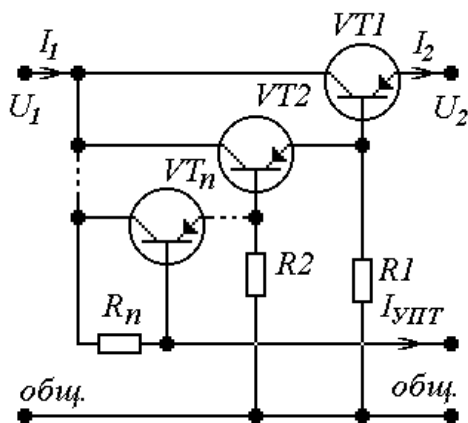

Рис.1. Вариант 1
$$U_{1ном} \geq \frac{U_{2ном} + 4}{1 - 2\delta_1 - q_1}, \text{ для рис. 1, 2.} \quad (1)$$
$$U_{K1} = (1 + \delta_1 + q_1)U_{1ном} - U_{2ном}, \text{ для рис. 1, 2, 3, 4, 5, 6, 7, 8.} \quad (4)$$
$$I_{PЭmax} = I_{2max}, \text{ для рис. 1, 2, 3, 4, 5, 6, 7, 8.} \quad (7)$$
$$I_{Kl} = \frac{I_{PЭmax}}{l-1}, l=1...n, K_{l0} = 1, \text{ для рис. 1...10.} \quad (9)$$
$$K_{I_l} = \beta_l + 1, l=1...n, \text{ для рис. 1, 2, 3, 4, 5, 6, 9, 10.} \quad (10)$$
$$R_l \leq U_{2ном} / I_{KO_l}, l=1...(n-1), \text{ для рис. 1, 2, 3, 4, 5, 6.} \quad (12)$$
$$R_n \leq \frac{\left((1 - \delta_1 - q_1)U_{1ном} - U_{2ном} - \sum_{i=1}^n U_{БЭ_i} \right) \prod_{i=1}^n K_{I_i}}{I_{PЭmax}}, \text{ для рис. 1, 2.} \quad (15)$$
$$I_{УПТmax} = \frac{(1 + \delta_1)U_{1ном} - U_{2ном}}{R_n}, \text{ для рис. 1, 2.} \quad (17)$$
$$R_i = \left(\sum_{l=1}^n \frac{\prod_{i=0}^{l-1} K_{I_i}}{r_{d_l}} + \frac{\prod_{i=0}^n K_{I_i}}{R_n} \right)^{-1}, \text{ для рис. 1, 2.} \quad (24)$$